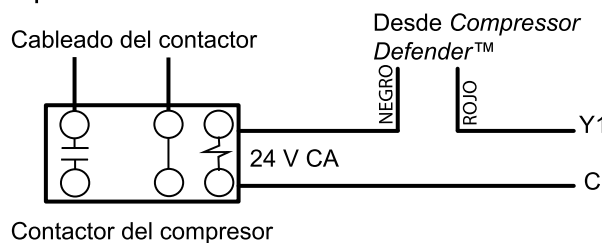

Figura 4. Cableado del contactor de 24 V CA.
5. Conecte el cable de termostato proporcionado de 24 V CA. Empalme los cables de control del termostato del *Compressor Defender™* en el cable terminal Y1 del termostato, como se muestra en la Figura 4.